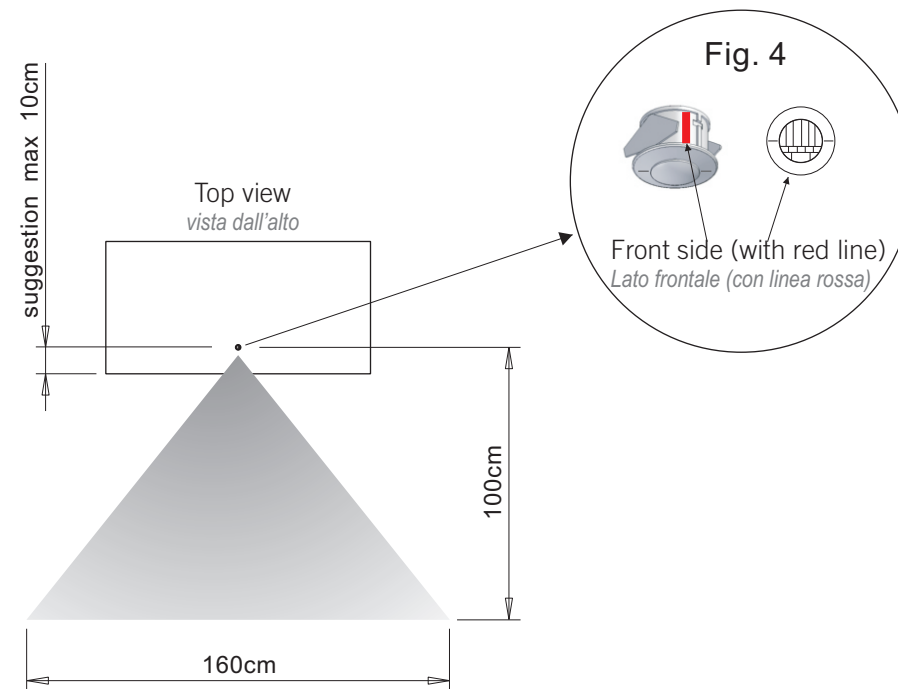

Fig. 1
IFR sensor individua i movimenti all'interno di un cono di rilevamento stabilito (Fig. 1) ed automaticamente accende l'apparecchio ad esso collegato.
-Praticare un foro Ø20mm sul piano di installazione ed inserire il sensore (1) orientando la parte frontale (fig. 4) dello stesso verso l'area di rilevamento (fig. 1).
Der IFR-Fühler erkennt die Bewegungen in einem festgelegten Erfassungskegel (Abb. 1) und schaltet automatisch das angeschlossene Gerät ein.
- Auf der Installationsfläche eine Bohrung Ø 20 mm ausführen und den Fühler (1) so einstecken, dass der vordere Teil (Abb. 4) desselben auf den Erfassungsbereich gerichtet ist (Abb. 1).